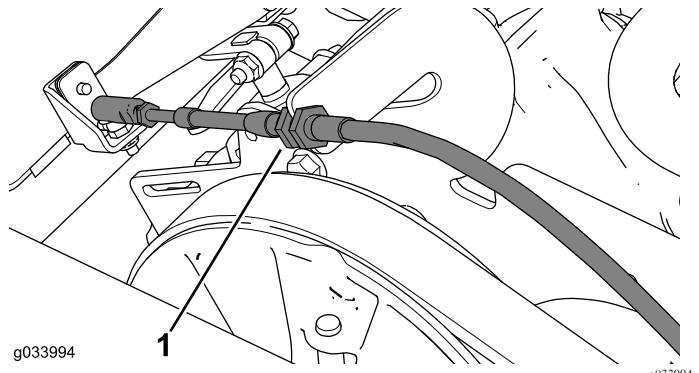

图10
4. 从换档拉索支架上断开换档拉索然后将其从换档拉索支架上取下图10。